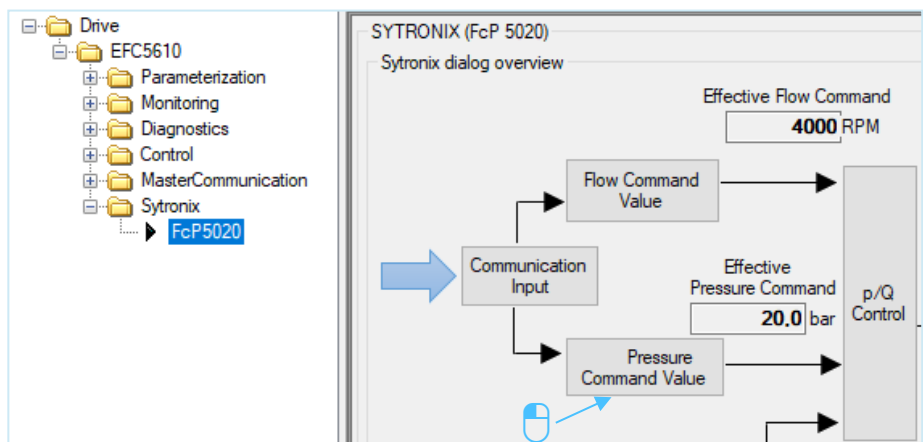

Abb. 24: Drucksollwert umschaltbar 1/2
1. Drücken Sie auf „Pressure Command Value“ (siehe Abb. 24: Drucksollwert umschaltbar 1/2).